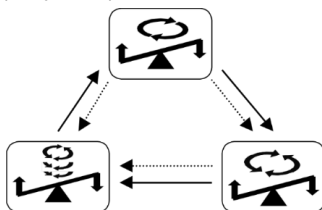

Рисунок 1. Инновационный цикл перемешивания
- Все три в одном цикле (рисунок 1)